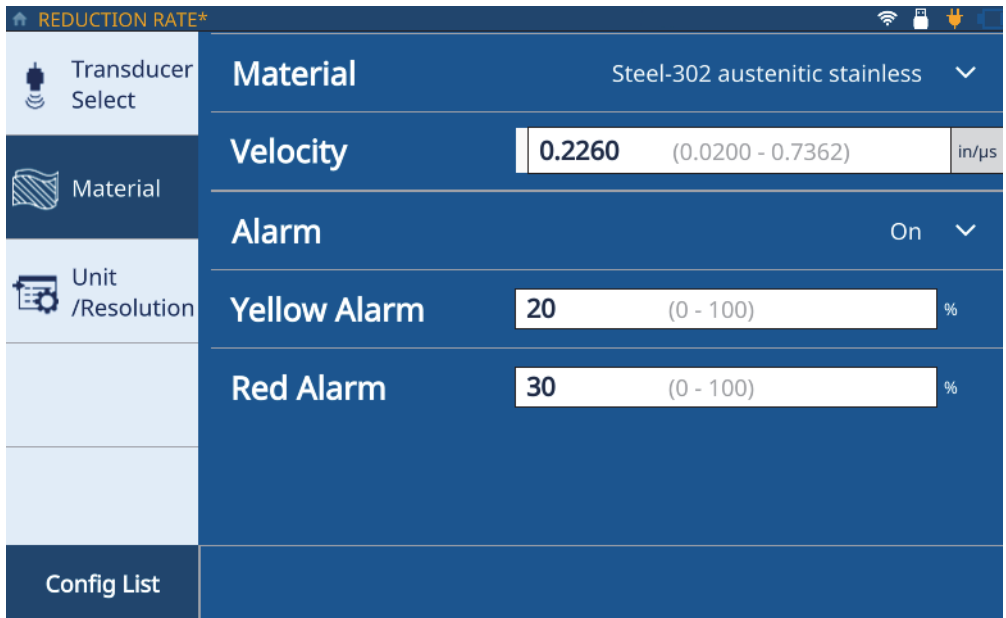

图 2-6 缩减率材料选项卡
8. 点击**Material**（材料）选项卡（参见第23页的图 2-6），然后从下拉列表中选择您的材料。测厚仪会根据所选材料自动更新声速。